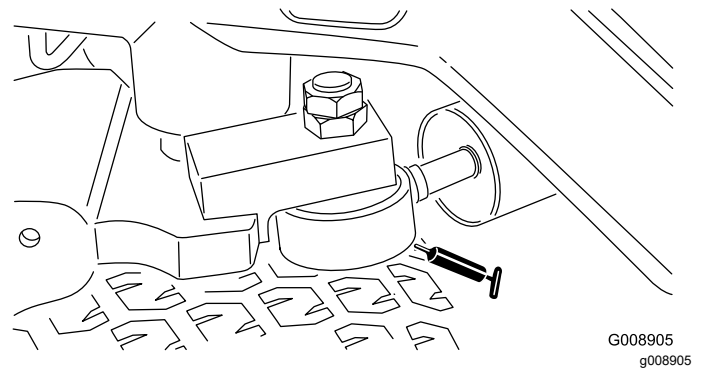

Figure 48
**Remarque:** Si vous le souhaitez, vous pouvez monter un graisseur supplémentaire à l'autre extrémité du vérin de direction. Déposez la roue, montez le graisseur, lubrifiez le graisseur, retirez le graisseur et mettez le bouchon en place (Figure 48).